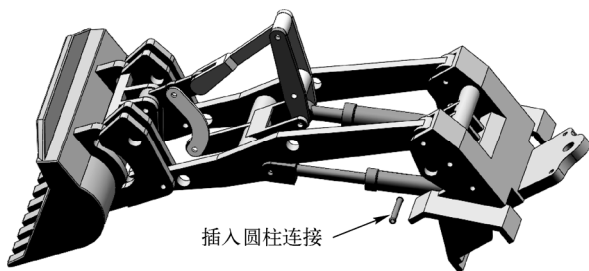

图 13-127 插入圆柱连接
24) 插入圆柱连接。选择菜单栏中的“插入”→“零部件”→“现有零件/装配体”命令, 或单击“装配体”控制面板中的  (插入零部件) 按钮, 弹出“插入零部件”属性管理器, 单击“浏览”按钮, 在弹出的“打开”对话框中选择“圆柱连接”, 将其插入到装配界面中, 如图 13-127 所示。